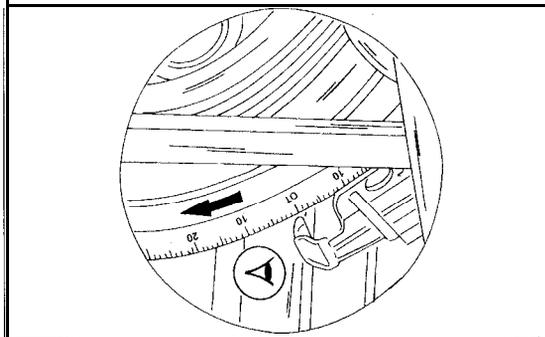
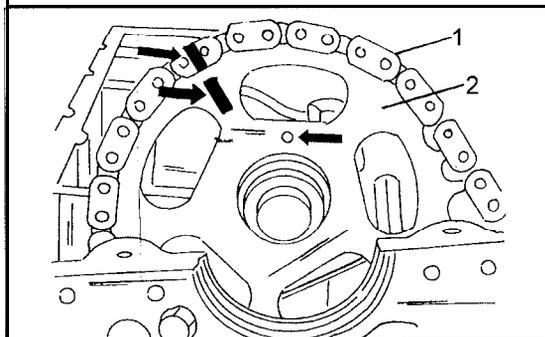

Bild 161
Bild 162
● Den Motor durchdrehen, bis der Kolben des ersten Zylinders auf dem oberen Totpunkt steht, d.h. die „Null“-Marke in Bild 162 muss gegenüber dem Einstellzapfen stehen. Dazu eine Stecknuss von 27 mm Schlüsselweite mit einer Ratsche an der Schraube der Riemenscheibe ansetzen. Auf keinen Fall die Kurbelwelle durchdrehen, indem man eine Stecknuss an der Schraube des Nockenwellenrades ansetzt. Die Kurbelwelle immer in Drehrichtung durchdrehen (Pfeilrichtung in Bild 161), niemals entgegengesetzt. Nachdem die Kurbelwelle einwandfrei ausgerichtet ist, einen Blick auf die Oberseite der Nockenwelle werfen und kontrollieren, dass diese wie in Bild 99 gezeigt ausgerichtet ist, d.h. die beiden Steuerzeichen müssen gegenüberliegen.
● Das Kettenrad der Nockenwelle und die Steuerkette im Verhältnis zueinander kennzeichnen. Dazu mit einem Filzstift oder Farbe an gegenüberliegenden Stellen zwei Striche einzeichnen, wie es aus Bild 162 ersichtlich ist. Die Kennzeichnung findet an den mit den beiden Pfeilen gezeigten Stellen statt.
Schnitt durch die Nockenwelle und deren Befestigung im Zylinderkopf. Der Passstift (6) ist in Bild 162 mit dem mittleren Pfeil bezeichnet.